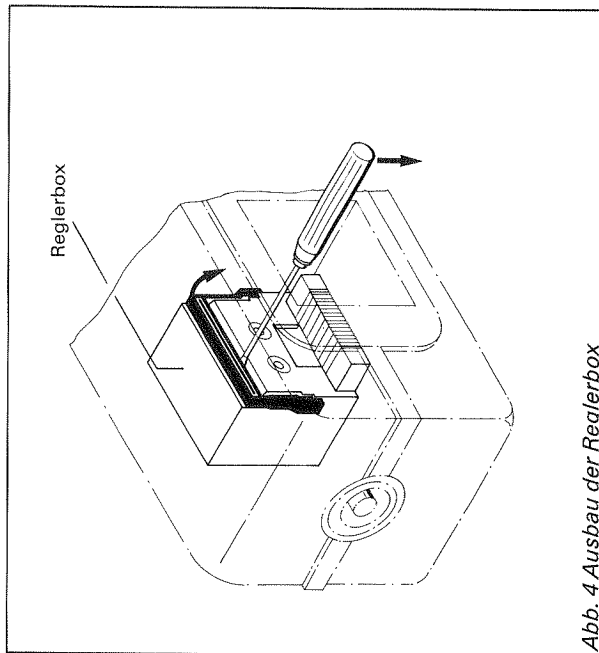

Abb. 4 Ausbau der Reglerbox
3. Griff der Reglerbox nach vorn kippen (Abb. 4).